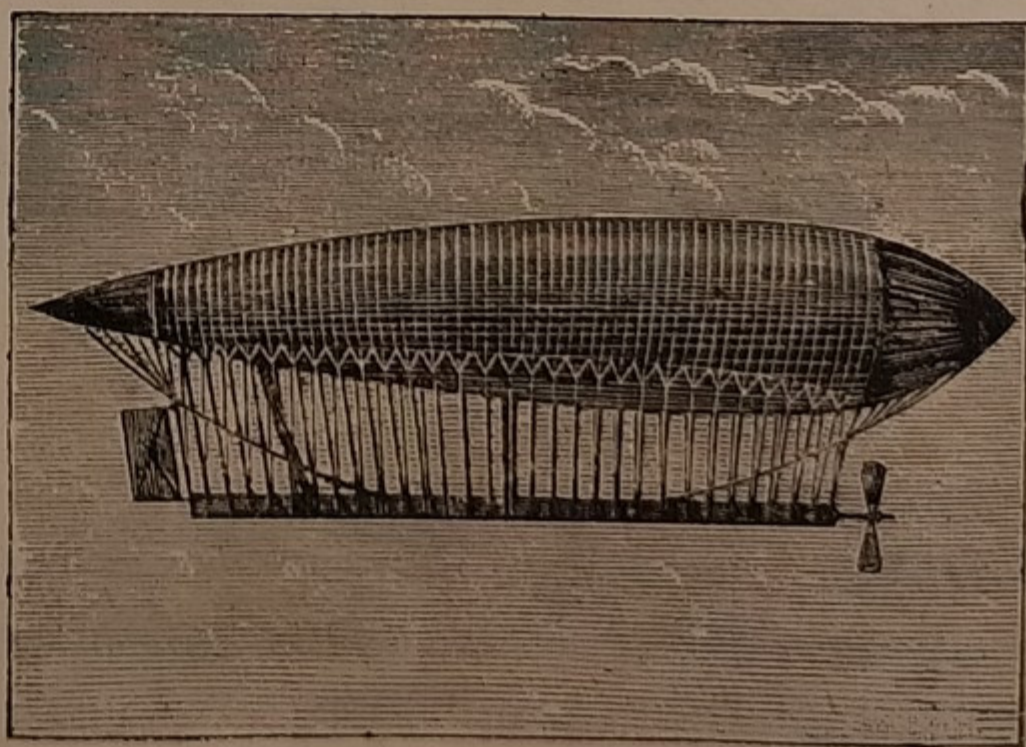

Fig. 51. Uno dei primi dirigibili.
*forza ascensionale*. Ad una certa altezza la densità dell'aria diminuisce e quindi diminuisce o si annulla la forza ascensionale. Per discendere basta far uscire da una valvola una certa quantità del gas contenuto [nell'involucro, diminuendo il volume. Gli aerostati si spostano passivamente sospinti dalle correnti aeree. I dirigibili invece (fig. 51) hanno eliche azionate da motori, timoni, e possono perciò essere pilotati. Anche la forma dell'involucro è più adatta alla navigazione aerea.